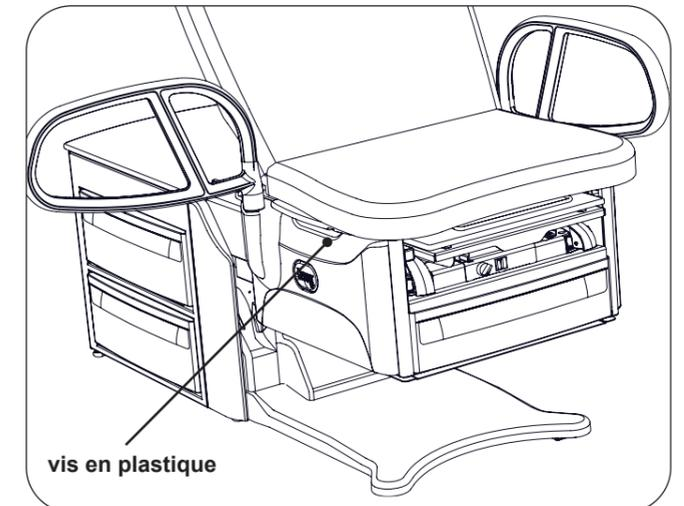

Figure 39. Emplacement de la vis d'arrêt en plastique blanc
2. Relevez la vis en plastique blanche (Figure 39).